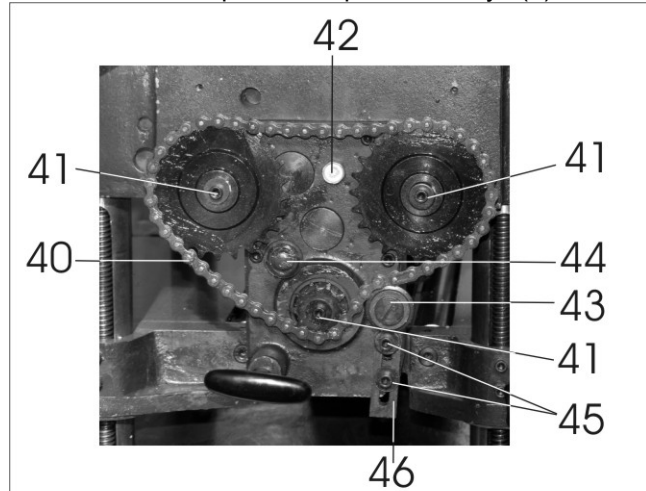

Рис.13
14.4. Своевременно проверяйте и при необходимости доливайте, выкрутив масляную пробку (42), трансмиссионное масло в редуктор автоматической подачи станка до середины окна уровня масла (44), Рис.13.
10.3. Регулировка натяжения цепи механизма автоматической подачи заготовки (Рис.13)